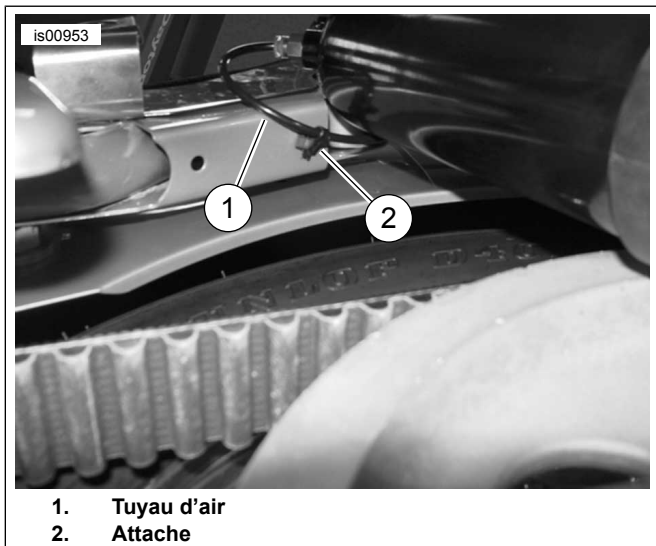

Figure 2. Acheminement du tuyau d'air sur les modèles de 2003
8. Sur les modèles de 1997 à 2002, attacher les raccords d'air à travers les deux trous les plus bas dans le support de droite. Sur les modèles de 2003 et plus récents, voir la Figure 2. Retirer le tuyau d'air d'amortisseur de gauche de la soupape à air et le rediriger sous la monture supérieure d'amortisseur. Chercher le trou arrière non utilisé sur le dessous du goujon de garde-boue, juste devant l'amortisseur gauche. Utiliser l'attache (numéro de pièce HD 10073) pour fixer le tuyau d'air dans ce trou et l'empêcher d'être entortillé ou pincé. Installer à nouveau le tuyau d'air sur la soupape à air et installer la soupape à air dans le trou avant de dessous du support de gauche. Pressuriser les amortisseurs selon le manuel d'entretien applicable.